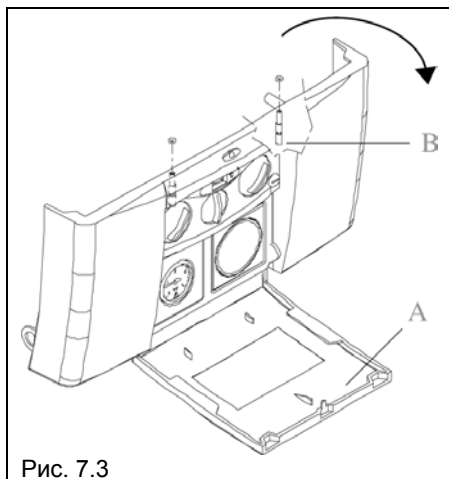

Рис. 7.3
- с помощью плоской отвертки отвинтите два крепежных винта В панели управления (рис. 7.3);